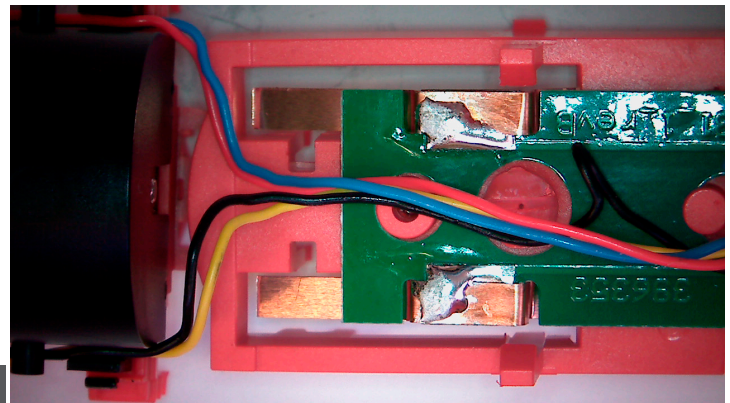

Abb.12
- Nach dem Lötens müssen die Litzen so gelegt werden, dass diese mittig am Übergang zur Lok liegen (Abb. 12).